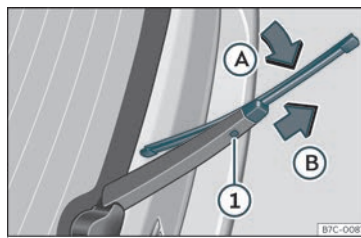

Fig. 37 Substituição da escova do vidro traseiro.
- Rode ligeiramente a escova » Fig. 37 (seta ❸).
- Mantenha pressionado o botão de desbloqueio ❶ puxando pela escova no sentido da seta ❷.
- Introduza uma escova nova no braço limpa para-brisas **com o mesmo comprimento e características**, no sentido contrário à seta ❷ até que encaixe o botão ❶.